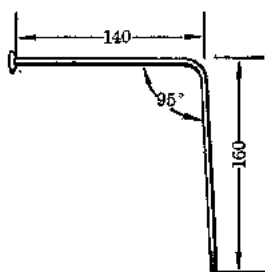

图 1
1. 把自行车钢丝如图 1 弯折成架子（注意有螺纹一端作为固定端）。